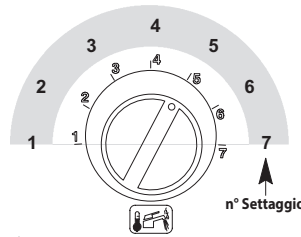

Figura 7.6
Per visualizzare il settaggio impostato tenere premuto il pulsante di ripristino 4 in Figura 3.1 per circa 5 secondi. Le spie di segnalazione 1 in Figura 3.1 lampeggeranno un numero di volte pari al settaggio (Figura 7.6).
- Per cambiare il settaggio ruotare la manopola regolazione temperatura sanitari 2 in Figura 3.1 e posizionarla nella posizione prescelta Figura 7.6 vedi anche (nella figura es. manopola settata per posizione 3,5), la lampada di segnalazione blocco 5 in Figura 3.1 lampeggerà velocemente.